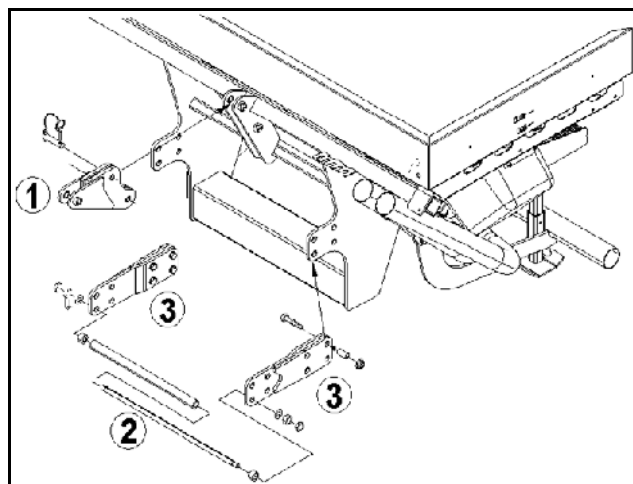

Fig. 35
1. Fastgør topstangsforlænger (Fig. 35/1) med to bolte på FRS, og foretag sikring med ringstifter.
2. Løsn liftarmsholderen (Fig. 35/2) fra liftarmenes standardpunkter.
3. Fastgør liftarmsholderen på liftarmsforlængerne (Fig. 35/3) Sørg i den forbindelse for korrekt montering af drejesikringen.